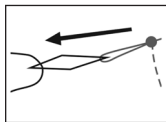

Figura 9
- d) Saque el enhebrador lentamente por la puntada. (Vea la Figura 9)